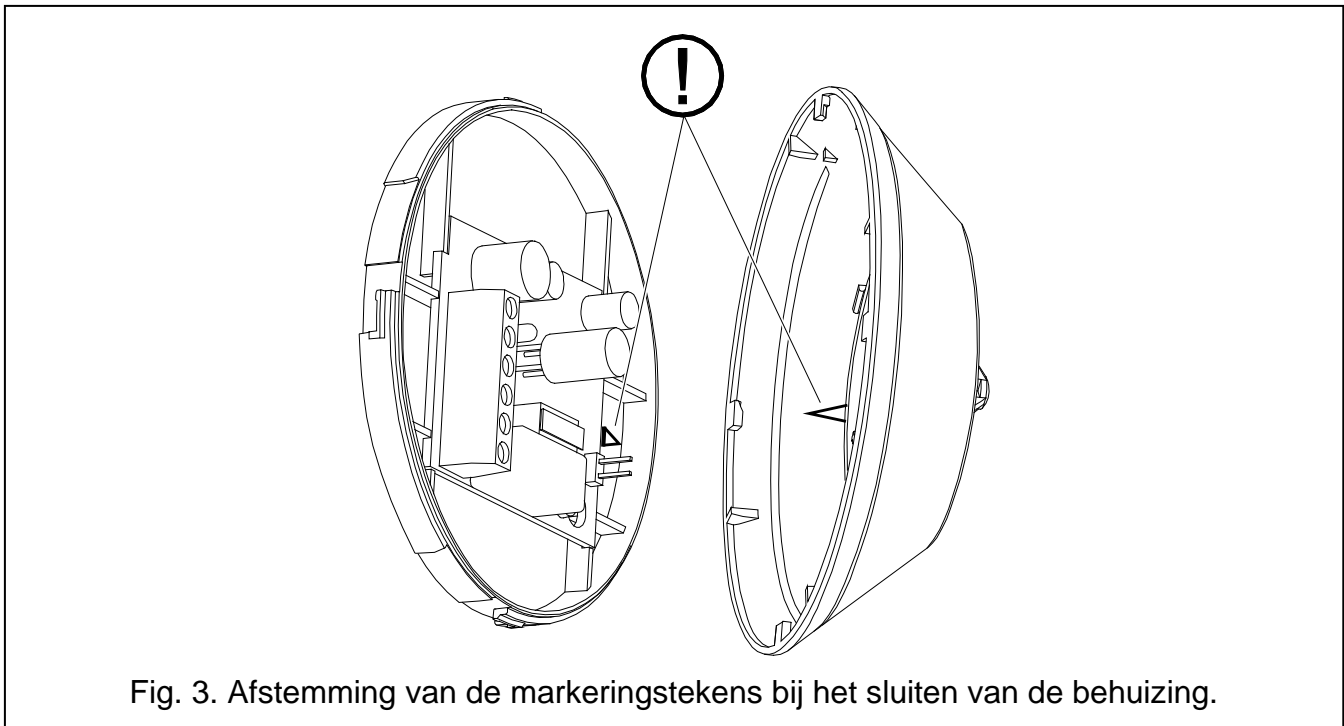

Fig. 3. Afstemming van de markeringstekens bij het sluiten van de behuizing.
9. Sluit de detector behuizing en zorg ervoor dat de markeringstekens op de behuizing en op de achterkant van de behuizing gelijk zijn afgestemd (zie Fig. 3).